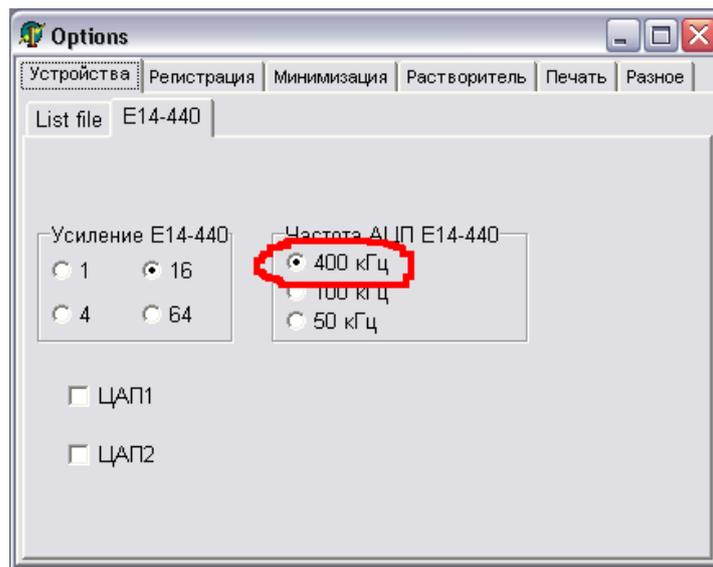

Рис. 6 Вид окна «Настройки», вкладка «Устройства», «E14-440»
- 7.11 Нажать кнопку «Настройки» и перейти на вкладку «Устройства». Выбрать из доступных вкладок «E14-440» (Рис. 6) Проконтролировать положение переключателя «Частота АЦП» Он должен находиться в положении «400 кГц». Если переключатель находится в другом положении установить его в правильное положение.